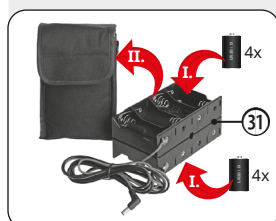

Fig. 16: Inserimento delle batterie nel supporto batterie
1. Inserire, secondo le indicazioni, 4 batterie* di tipo D/LR20 in ciascun lato del supporto batterie (31) (Fig. 16, I).
2. Inserire il supporto batterie (31) nella custodia (31 b) (Fig. 16, II).